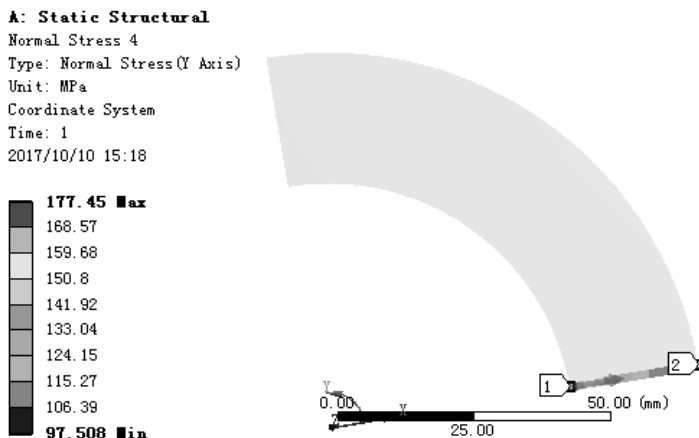
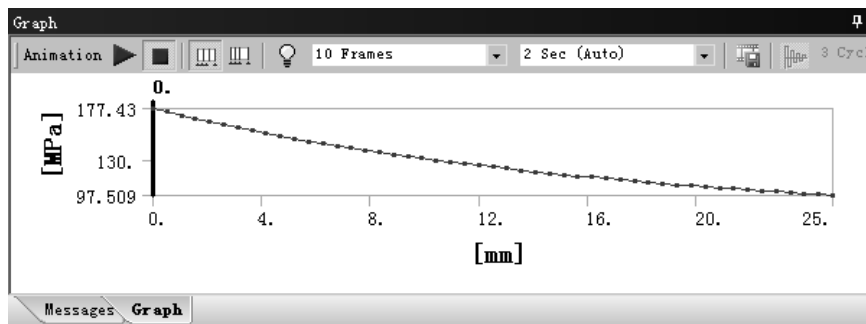

图 7.5.48 切向应力 (路径 Path) 结果图解
图 7.5.49 切向应力（路径 Path）图表
(6) 查看沿路径 Path 切向应力结果图解。在“Outline”窗口中选中  Normal Stress 4，查看图 7.5.48 所示的切向应力(路径 Path)结果，其最小应力为 97.508 MPa，其最大应力为 177.45MPa；在“Graph”窗口中显示图 7.5.49 所示的路径图变化情况。